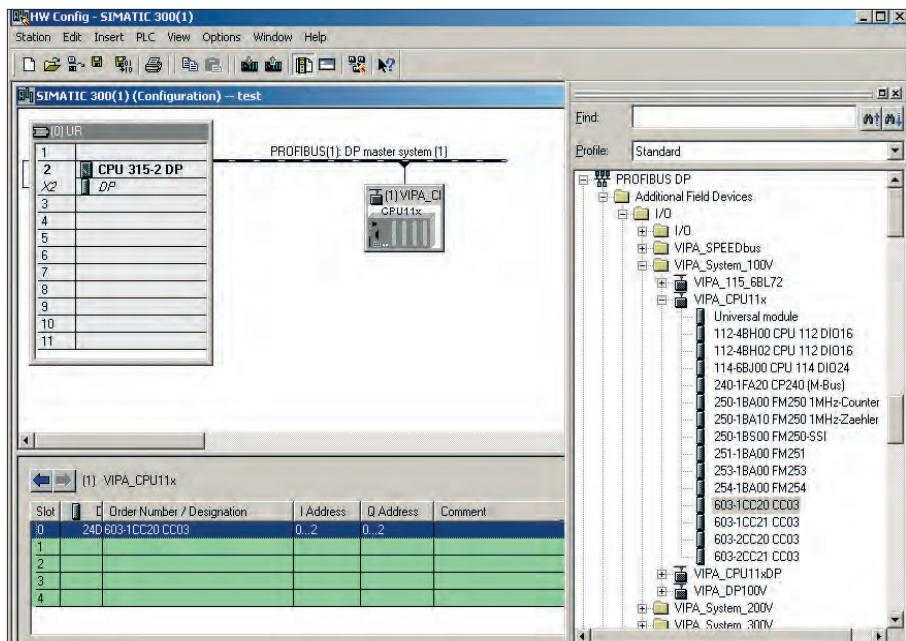

Рис. 3. Конфигурация компактной системы управления CC03
5. В библиотеке **Hardware Catalog** выберите папку **PROFIBUS-DP → Additional Field Devices → I/O → VIPA** (рис. 3).
6. Переместите мышью объект **VIPA\_CPU11x** к линии сети PROFI-BUS. В появившемся диалоговом окне **Properties PROFIBUS interface** выберите адрес **DP address**, равный 1, и нажмите **OK**. Теперь виртуальный ведомый DP-модуль соединён с PROFIBUS (рис. 3).
8. В библиотеке **Hardware Catalog** откройте папку объекта **VIPA\_CPU11x** и выберите из списка модуль 603-1CC20. После двойного щелчка мыши модуль появится в слоте 0 (рис. 3). Кроме того, существует возможность добавления еще 4 модулей расширения системы 100V и 200V.